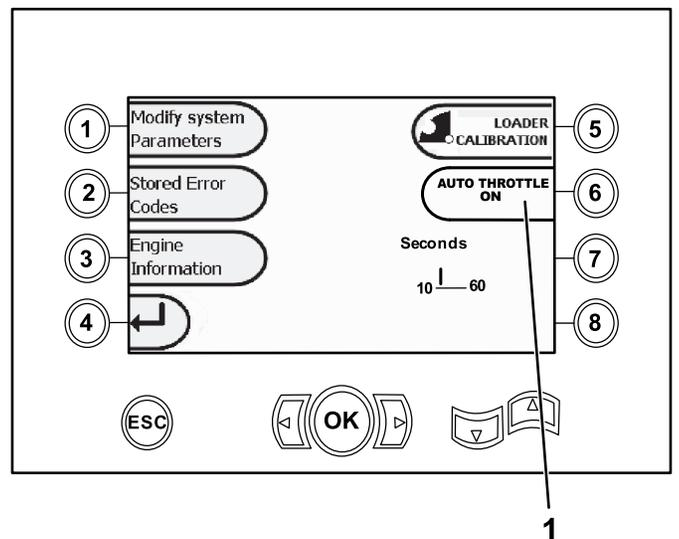
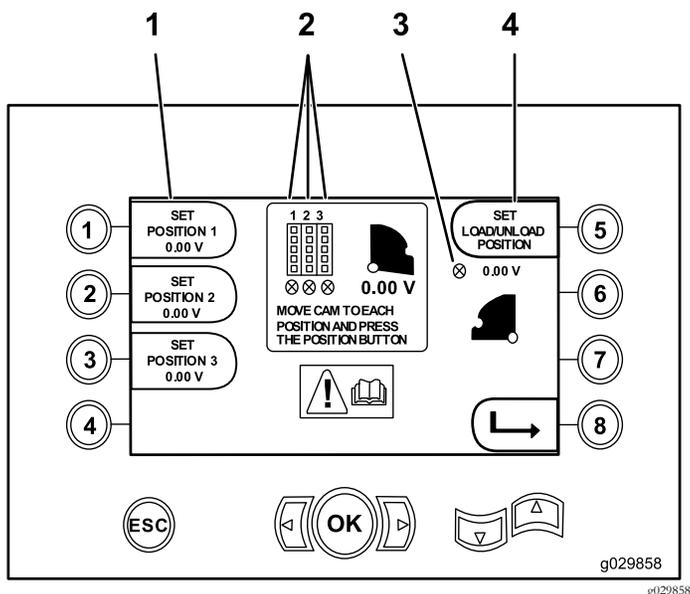

Bild 18
Bild 26
Nur ab Softwareversion K: Auf diesem Bildschirm kalibrieren Sie die Ladernocken (Bild 18), wie in Bild 26 beschrieben.
Nur ab Softwareversion V: Verwenden Sie diesen Bildschirm für die automatische Gasbedienung (Bild 18).
- Taste 1: Position 1 einstellen (Bild 26)
- Taste 2: Position 2 einstellen (Bild 26)
- Taste 3: Position 3 einstellen (Bild 26)
Drücken Sie die Taste 5 (Bild 26), um die Lade- oder Entladeposition einzustellen.